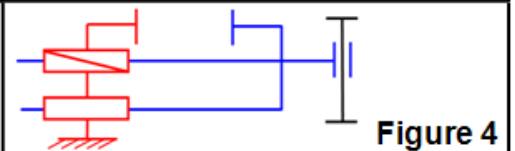

Figure 4
- Figure 4 Dessin en perspective